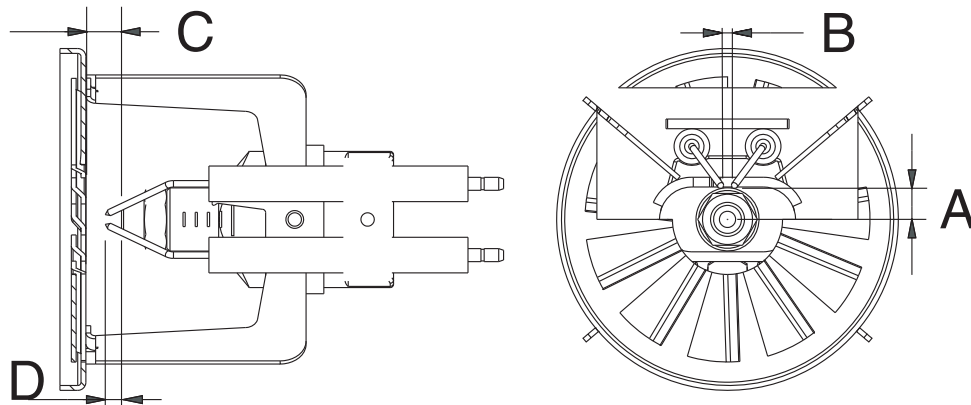
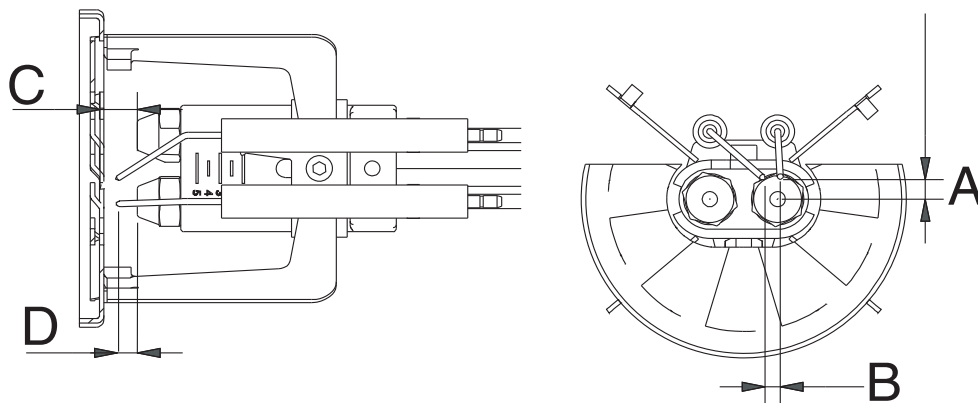

Fig. 34
Fig. 35
- smontaggio esame e pulizia testa di combustione; nel successivo rimontaggio rispettare scrupolosamente le misure riportate in Fig. 35;
Al fine di garantire una buona accensione è necessario che siano rispettate le misure (esprese in mm) indicate in Fig. 34 - Fig. 35.